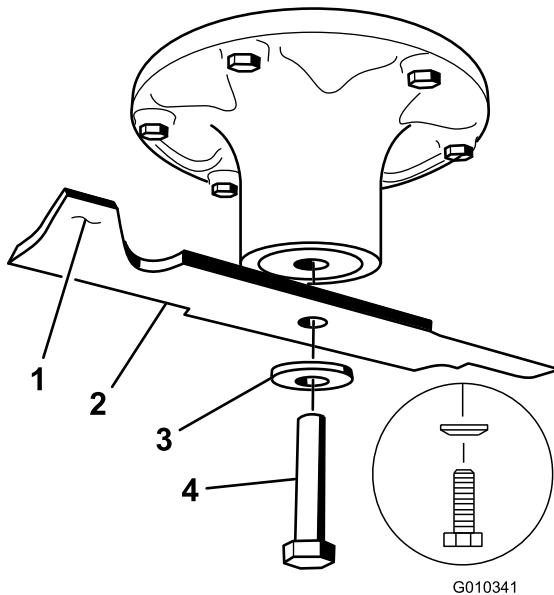

Figure 58
Tenez la lame par son extrémité avec un chiffon ou un gant épais. Enlevez de l'axe, le boulon, la rondelle bombée et la lame (Figure 58).
- A. Limez un peu l'extrémité de la partie relevée seulement (Figure 58).
1. Placez la lame sur l'axe (Figure 58).
2. Mettez en place la rondelle élastique et le boulon de la lame (Figure 58).